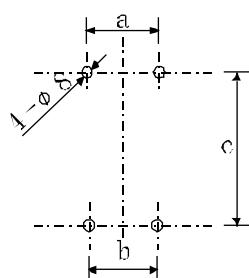

Рис. 5
- 1.1 Как показано на рис. 5, наметить точки сверления на стене, к которой будет крепиться нагреватель, затем просверлить 4 отверстия диаметром 8 мм и молотком вбить в эти отверстия дюбельные винты с диаметром резьбовой части 6 мм.